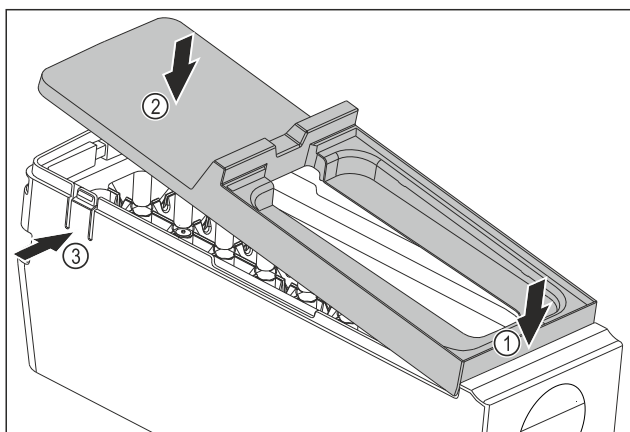

Fig. 180
- ▶ Szerelje fel az EasyTwist-Ice egység testének fedelét: Tegye fel előre a fedelet. Fig. 180 (1)
- ▶ Süllyessze le hátul a fedelet. Fig. 180 (2)
- ▶ A fedél hallhatóan bepattan mindkét fülbe Fig. 180 (3).